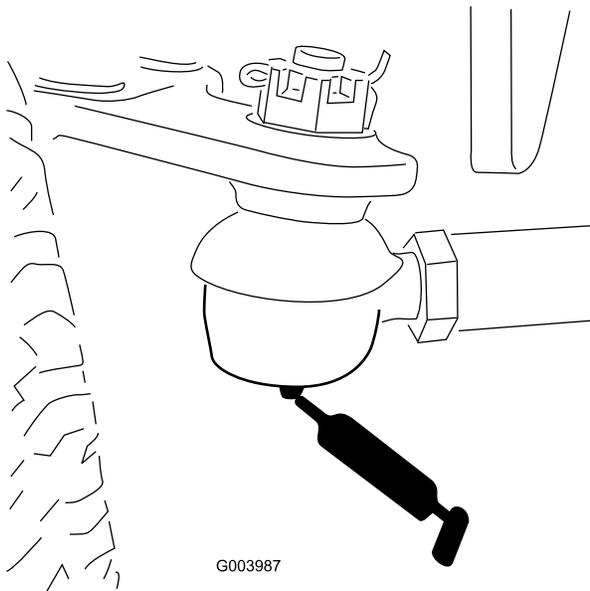

Bild 47
- Drehbüchsen der Hinterachse (2) (Bild 47)